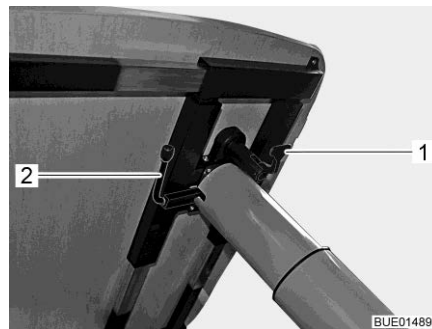

Fig. 129 Réglage table à hauteur réglable
- Rabattre le levier de verrouillage (Fig. 129,1) vers le bas.
- Faire pivoter le levier (Fig. 129,2) sous le plateau de table à 180° dans le sens des aiguilles d'une montre. Le mécanisme de réglage de hauteur se trouvant dans le pied de table est déverrouillé.
- Faire pivoter le levier (Fig. 129,2) sous le plateau de table à 180° dans le sens des aiguilles d'une montre. Le plateau de table s'élève alors automatiquement jusqu'à la butée de fin de course.